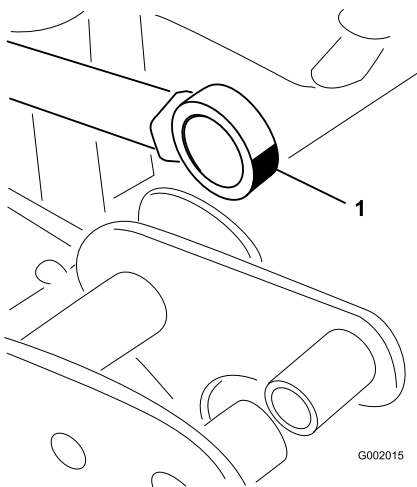

Figura 45
5. Manipolate il lato cuscinetto dell'asta dell'attuatore ed inserite il grasso nel cuscinetto (Figura 45). Tergete il grasso superfluo.